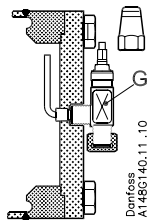

Fig. 4
Incondensable gases might accumulate in the upper part of the float valve. Purge these gases by means of the purge valve pos. G (fig. 4).
- 1) **NB!** Before opening up the float valve, the system must be evacuated and the pressure equalized to atmospheric pressure by using the purge valve pos. G (fig. 4)
Des gaz incondensables peuvent s'accumuler dans la partie supérieure du flotteur. Il convient de purger ces gaz au moyen de la vanne de purge pos. G (fig. 4).
- 1) **N. B. !** Avant d'ouvrir la vanne à flotteur, il convient de vider le circuit et de le ramener à la pression atmosphérique à l'aide de la vanne de purge pos. G (fig. 4).